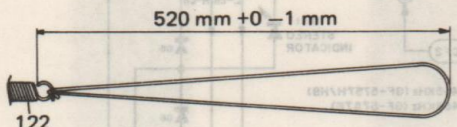
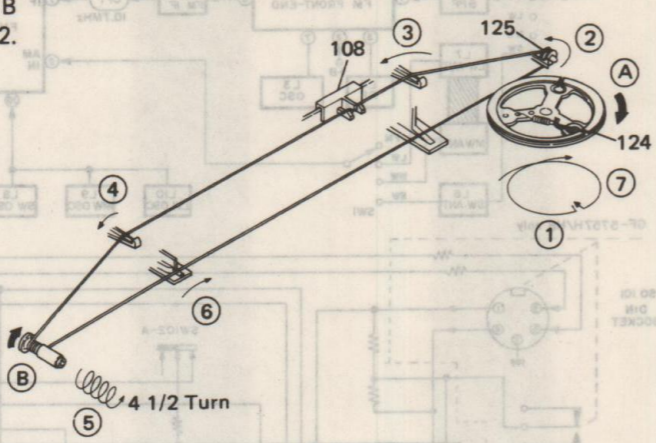

Figure 8-2
Figure 8-1
1. Turn the drum fully in the direction A shown in Fig. 8-1 and stretch its cord over the parts in the numerical order.
2. Turn the tuning control shaft fully in the direction B shown in Fig. 8-1 and fix its pointer as shown in Fig. 8-2.
1. Die Trommel gemäß Abb. 8-1 bis zum Anschlag in Richtung A drehen, dann die Schnur in der numerischen Reihenfolge über die einzelnen Teile spannen.
2. Die Abtaststellerachse gemäß Abb. 8-1 bis zum Anschlag in Richtung B drehen, dann den Zeiger gemäß Abb. 8-2 befestigen.
1. Tourner le tambour entièrement dans le sens A montré sur la Fig. 8-1 et passer le cordon sur les organes indiqués et dans l'ordre numérique.
2. Tourner l'arbre de commande d'accord entièrement dans le sens B montré sur la Fig. 8-1 et fixer son index comme le montré la Fig. 8-2.